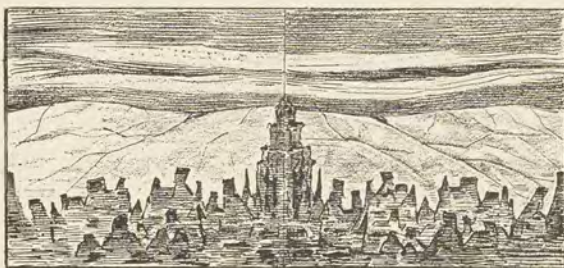

FIG. 331. — Marbre ruiniforme de Florence.
Tous les touristes qui ont passé par Florence ont vu de petits tableaux singuliers (fig. 331). Ce sont des plaques de marbre gris un peu jaunâtre formées de deux morceaux symétriques provenant de ce que les deux moitiés ont été séparées par un trait de scie parallèle au plan général de la plaque, puis rabattues ensuite comme les ébénistes rabattent sur les deux moitiés d'un meuble les feuilles de placage qui proviennent d'une même planche d'acajou. D'un peu loin les nuances de ce marbre simulent assez bien une cité avec des monuments en ruines. Cette vague ressemblance a été traduite avec une naïve bonne foi dans une figure (332) que nous empruntons à l'ouvrage du P. Kircher.